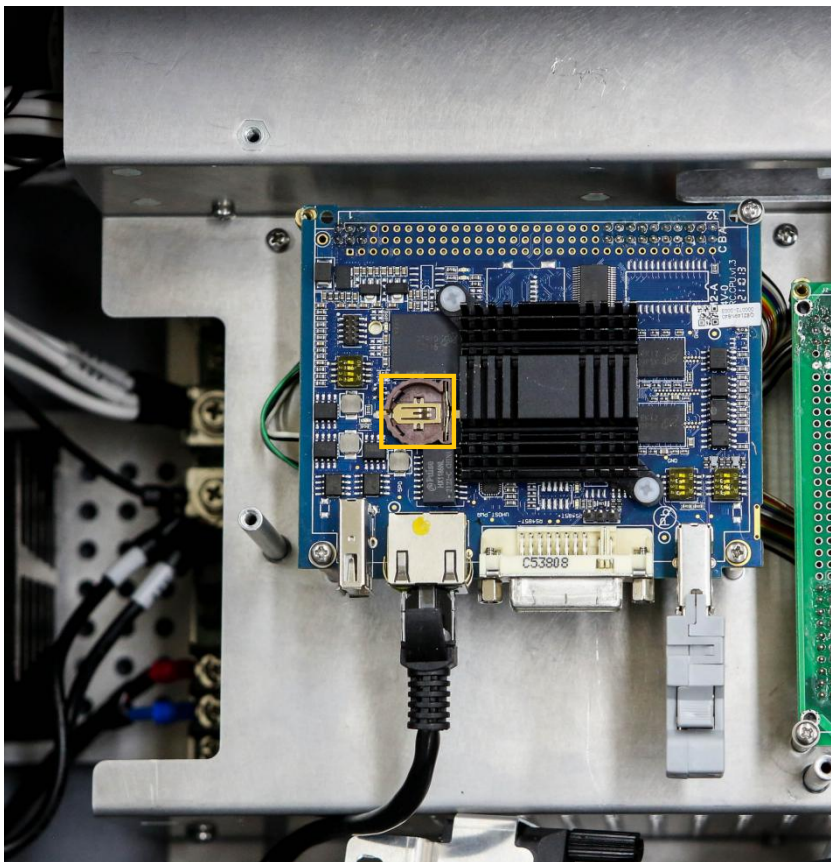

图 5-6：电池安装位置
3. 用十字螺丝刀拆下核心板上保护钣金上的 5 颗固定螺丝，取下钣金，找到核心板 3V 纽扣电池安装位置，如图 5-6 所示。